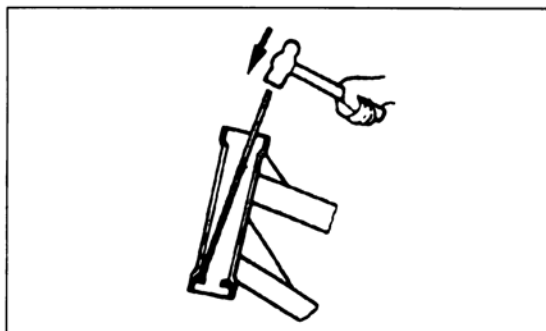

Bild 170
- Unteren Laufring mit Hammer und Meißel vom Sitz treiben (Bild 170). Dabei wird darunterliegende Staubdichtung zerstört.